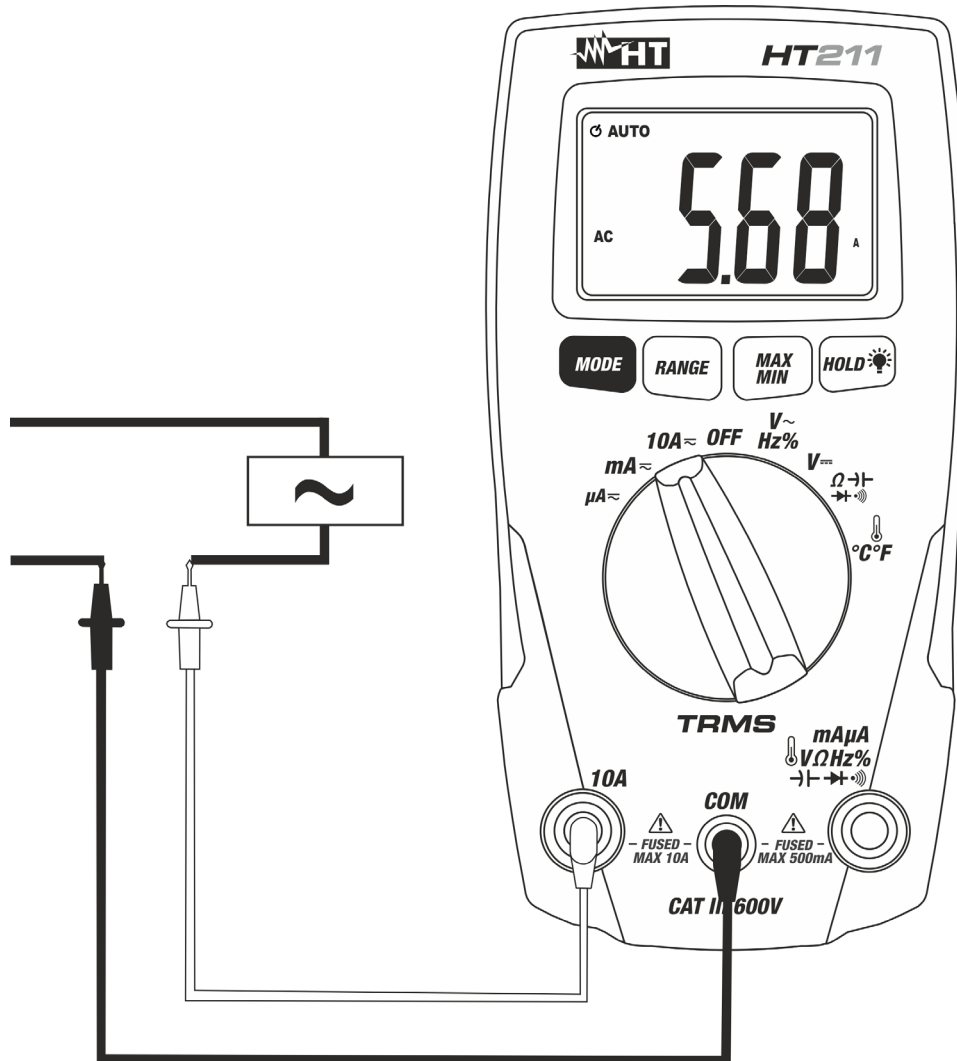

Fig. 10: Uso do instrumento para a medição de Correntes CA
4. Ligar a ponteira vermelha e a ponteira preta em série com o circuito de qual se pretende medir a corrente (ver Fig. 10)